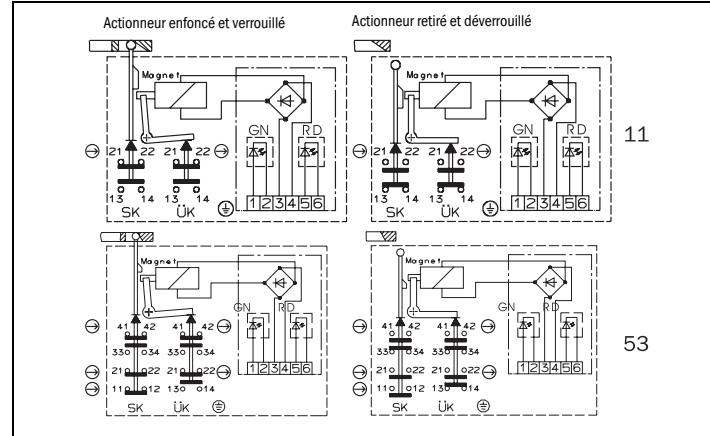

Fig. 2 : Éléments et fonctions de commutation
- Pour le brochage, cf. Fig. 2.
En mettant l'électroaimant sous-tension, la tige de verrouillage libère l'actionneur ou le protecteur. Le circuit de contrôle ÜK s'ouvre. La surveillance ÜK de l'interverrouillage est ouverte. Les LED rouge et verte sont allumées (cf. Fig. 2).
- ⚠ Pour le circuit de sécurité, il faut utiliser exclusivement les éléments de commutation du circuit de surveillance ÜK marqués du symbole de contact guidé (ouverture positive) (cf. Fig. 2).
En coupant l'alimentation de l'électroaimant, la tige de verrouillage libère l'actionneur/le protecteur. Le circuit de contrôle ÜK s'ouvre. Les LED rouge et verte s'allument (cf. Fig. 2).